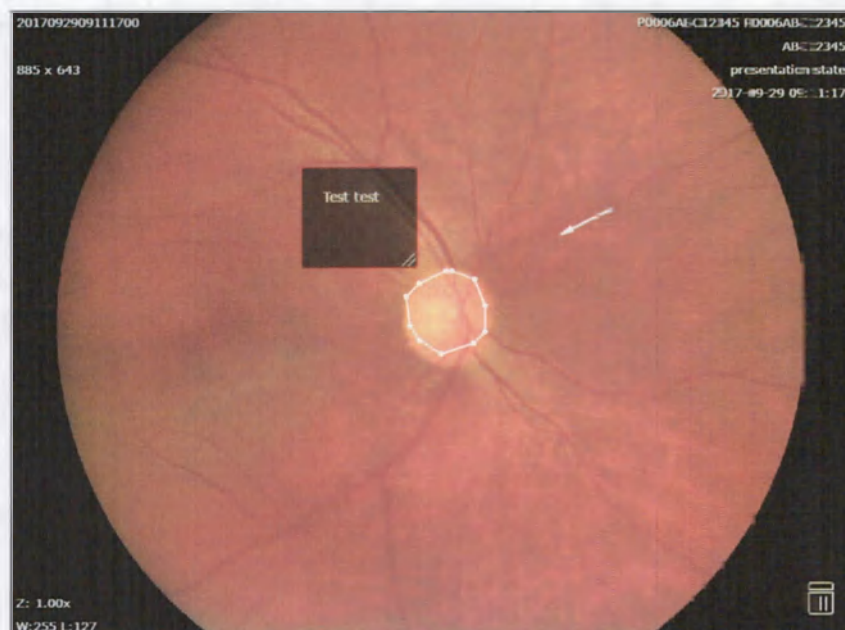

Рисунок 68. Просмотр аннотации.
- Нажмите на аннотацию, которую вы выбрали для просмотра, затем нажмите «Открыть», и сохраненная аннотация появится на экране с информацией, которая была сохранена ранее (См. рис.68).